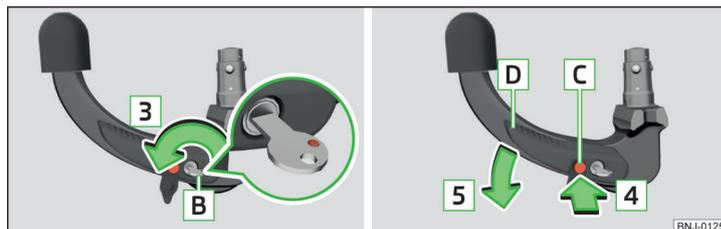

Fig. 152 Desbloquear la cerradura/ introducir el perno de activación y presione la palanca de mando
- › Gire la llave **B** en el sentido de la flecha **3** de manera que la marca roja muestra hacia arriba » fig. 152.